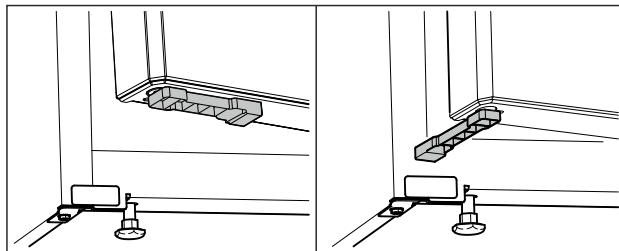

Fig. 78 *
- ▶ Ruotare il distanziale della porta di 90°. (vedere Fig. 78) *